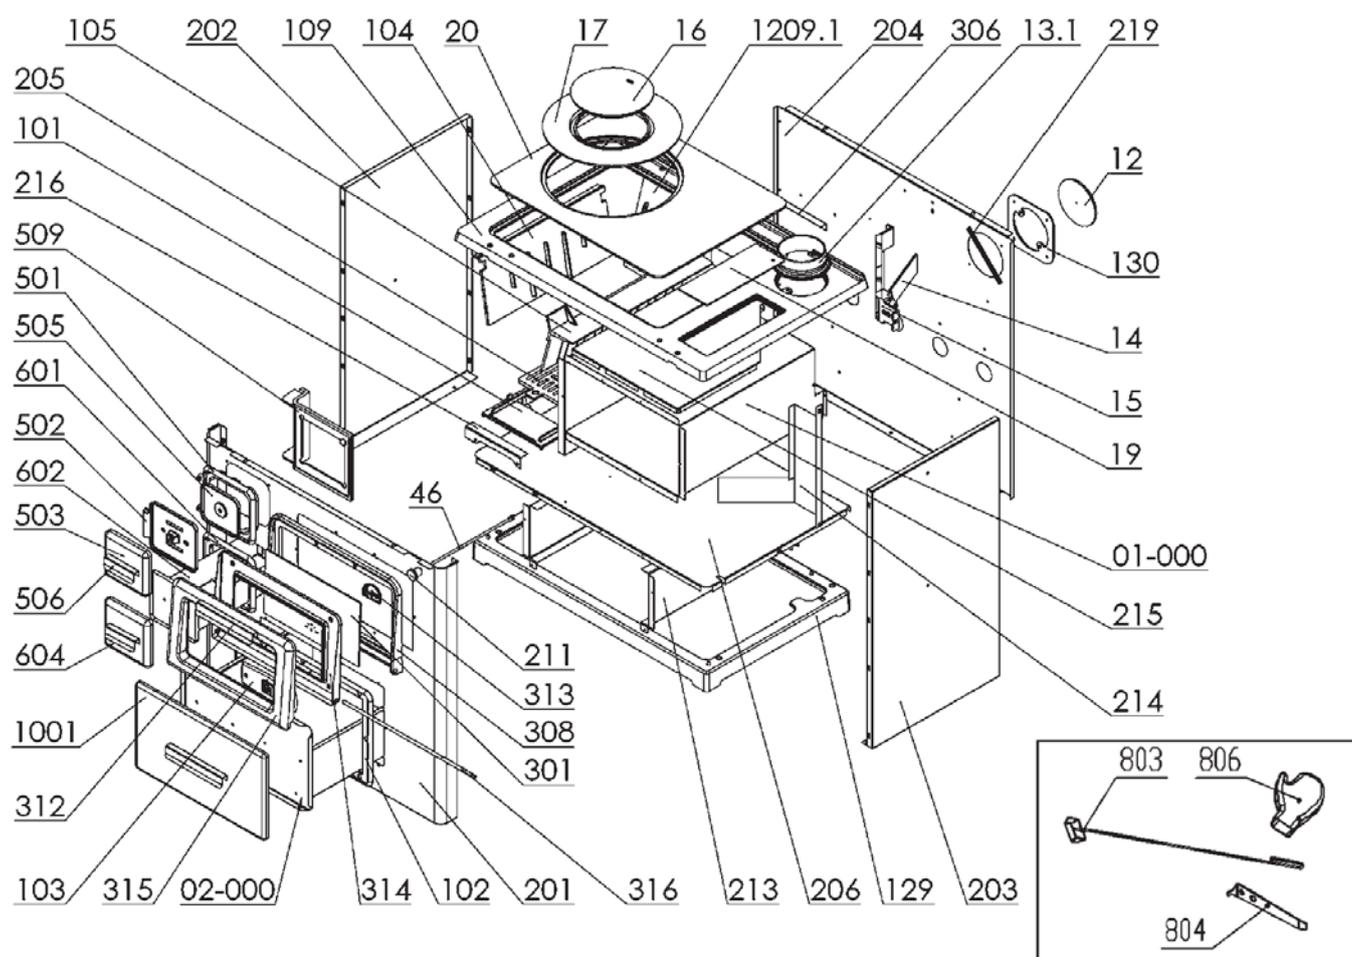

Рисунок 1
**Запасные части – Аксессуары (Рисунок 1):**